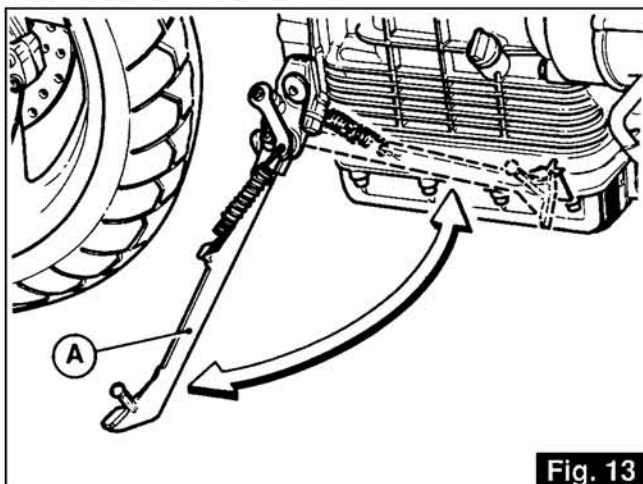

Fig. 13
3.17 BRAS LATÉRAL D'APPUI DE LA MOTO («A» de la fig. 13)
3.17 SEITLICHER KRAFTRADSTÜTZARM («A» von Abb. 13)